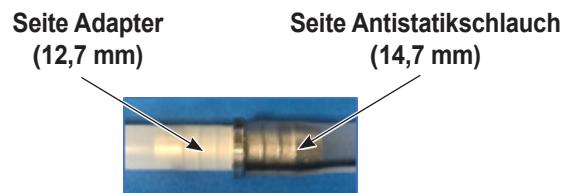

Abbildung 8 Installation des Schlauchsteckadapters
1. Siehe Abbildung 8. Ein weiteres Stück Antistatikschauch mit der 14,7-mm-Seite des Adapters aus dem Lieferumfang des Entleerers verbinden.